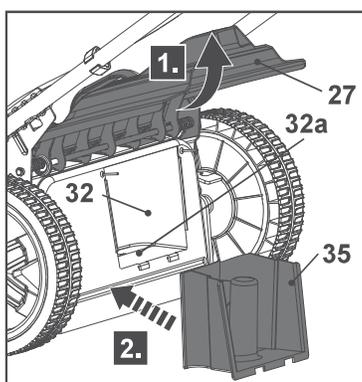

Fig. 17
1. Abra a proteção defletora traseira (27), mantenha em posição e insira o encaixe do triturador (35) na conduta de descarga traseira (32) (Fig. 17). Verifique se o trinco de bloqueio (35a) encaixa na ranhura da conduta de descarga traseira (32a) com um estalido.